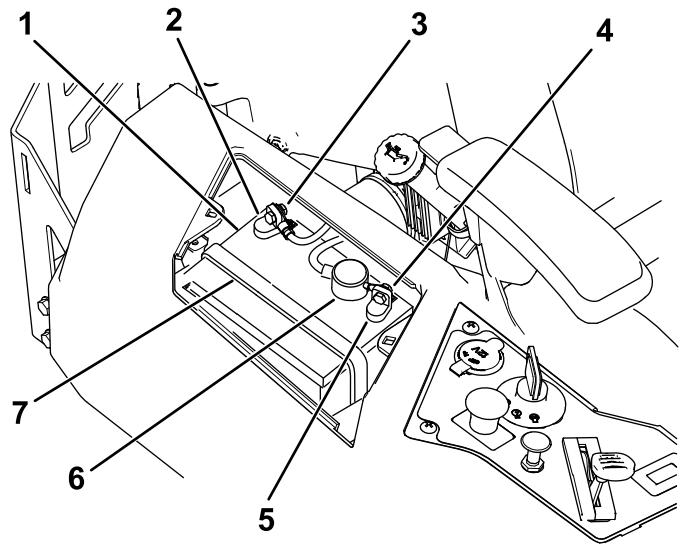

Рисунок 58
4. Отсоедините отрицательный (черный) кабель от штыря аккумулятора (Рисунок 58).
6. Отсоедините положительный (красный) кабель от штыря аккумулятора (Рисунок 58).
7. Снимите прижим аккумулятора (Рисунок 58) и поднимите аккумулятор, чтобы снять его с поддона.